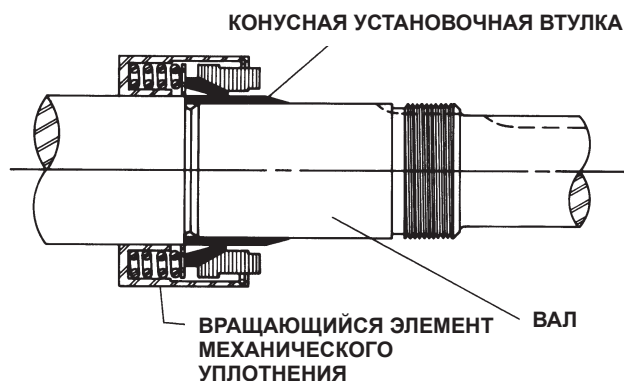

РИС. 5
2. Наденьте на вал конусную установочную втулку. Обильно смажьте конусную втулку и внутреннюю поверхность вращающегося элемента светлым маслом. Консистентная смазка не рекомендуется. Насадите вращающийся элемент на вал и передвигайте его по конусной втулке. **См. рис. 5.**